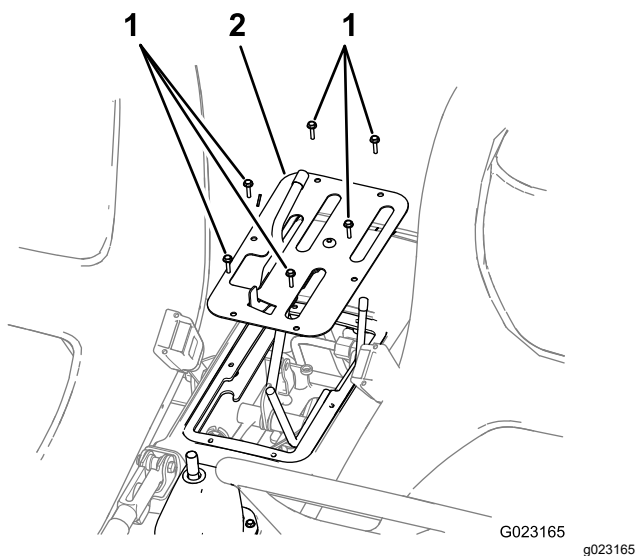

Figura 3
3. Îndepărtați cele 6 uruburi care fixează marginea exterioară a plăcii de acoperire a consolei centrale de pe cadru și scoateți placa de acoperire (Figura 3).